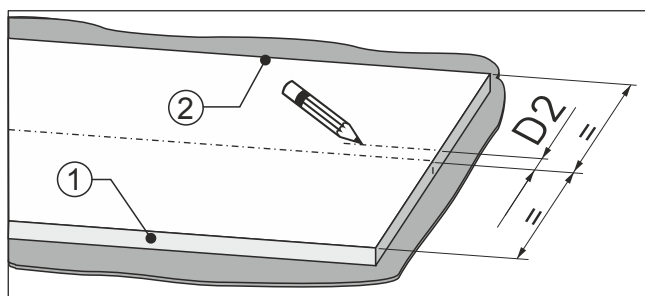

Fig. 96
- À partir du centre de la façade du meuble, mesurer les dimensions Fig. 96 (D2) en direction du côté de la charnière de porte Fig. 96 (2).